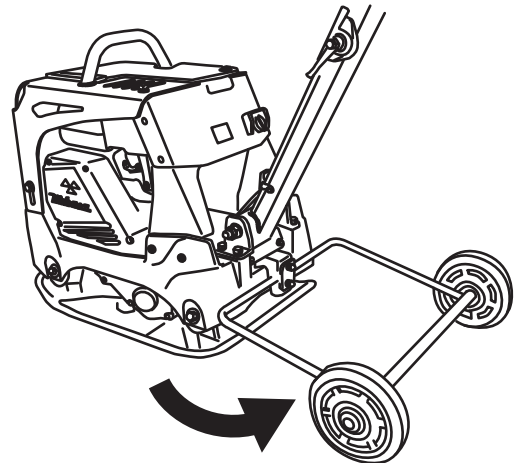

図 26
2. 車軸を後方に回動させ、転圧盤を接地させます。(図26)